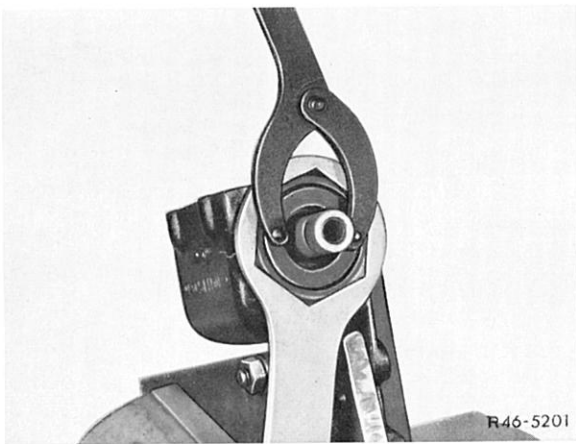

Bild 46–15/4
6 Sechskantmutter (6) mit dem Ringschlüssel 180 589 00 03 00 lösen und Einstellring mit dem Zapfenschlüssel 000 589 00 05 00 herausschrauben (Bild 46–15/1 und 4).